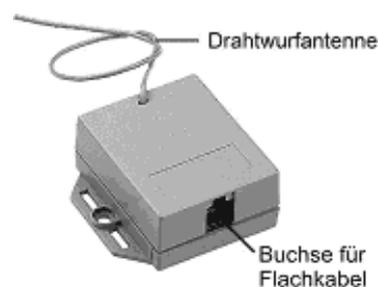

Abb. 9a: HF-Empfangsteil
- Das HF-Empfangsteil (Abb. 9a) mit dem Flachkabel an die Steckbuchse X9B auf der Steuerplatine (Abb. 1) anschließen.